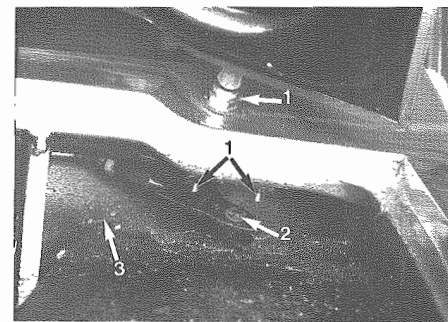

Fig. 6 - 1) Elementi di fissaggio perno bracci portaspazzole - 2) Fermo braccio rinvio - 3) Connessione termica parabrezza
- I bracci sono fissati alle estremità mediante fermi Seeger (**Fig. 6**). Sono altresì muniti di registri per variarne eventualmente la lunghezza.
- I perni dei bracci portaspazzole sono fissati con due viti anteriormente ed un dado sul perno stesso (**Fig. 6**). Nel rimontaggio aver cura di serrare uniformemente e progressivamente viti e dado.
- Arms are fixed at the ends with circlips (**Fig. 6**). They are also provided with adjusters to change their length if necessary.
- Pins of brush holding arms are fixed with two screws on the front and a nut on the pin (**Fig. 6**). When assembling pay attention to tighten screws and nut uniformly and progressively.